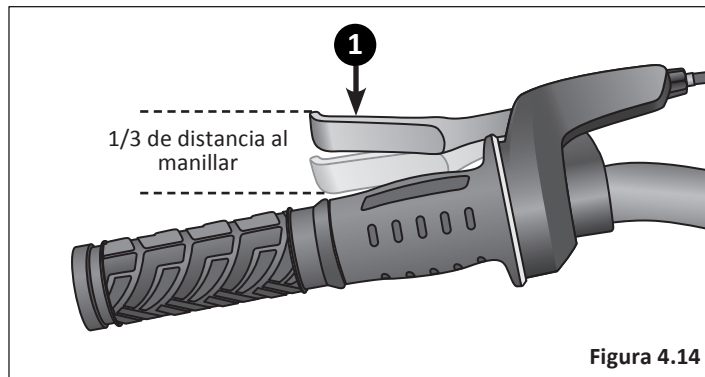

Figura 4.14
- ➊ Después de ajustar el freno, apriete la maneta de freno tan fuerte como pueda varias veces y vuelva a inspeccionar las zapatas del freno, el centrado y el recorrido de la maneta de freno. Si las zapatas del freno ya no están a escuadra con el rin, repita los ajustes de la zapata de freno. **Figura 4.14**